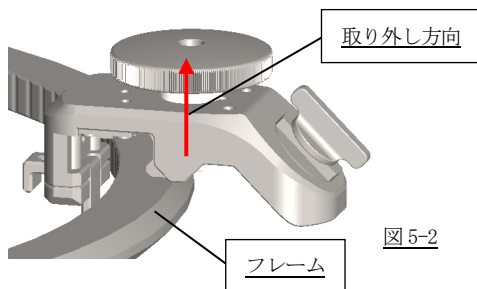

図5-2
(5)-3 フレームからレトラクタースライドアジャスターを取り外してください。(図5-2)